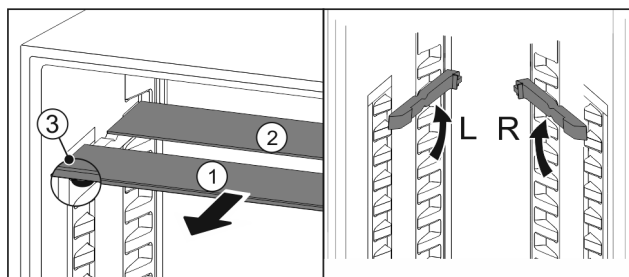

Fig. 145
- Vedä lasilevyt yksittäin etukautta ulos Fig. 145 (1).
- Koristelistalla varustettu lasilevy Fig. 145 (1) on edessä.
- Pysäyttimet Fig. 145 (3) osoittavat alaspäin.